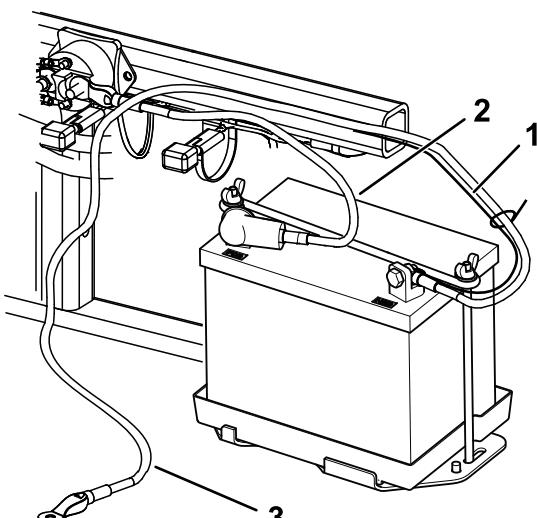

Figura 6
- Conecte el cable positivo (rojo) al borne positivo (+) con un perno ($\frac{1}{4}$ " x $\frac{5}{8}$ ") y una contratuerca (Figura 6).
3. Conecte el cable negro pequeño y el cable negativo (negro) al borne negativo (-) de la batería con un perno ($\frac{1}{4}$ " x $\frac{5}{8}$ ") y una contratuerca ($\frac{1}{4}$ "). (Figura 6).